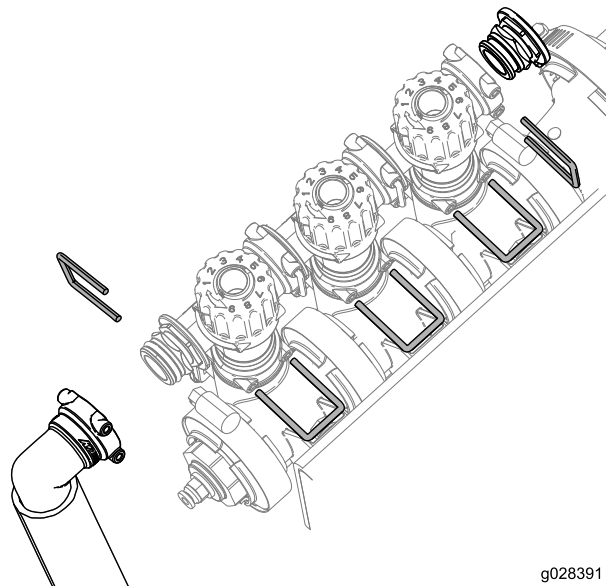

Bild 14
3. Entfernen Sie die Arretierbügel, die die Baugruppe des Ausleger-Überstromventils, die Abschlusskappe und das Anschlussstück sowie die Schlauchleitung halten, wie in Bild 14 abgebildet.